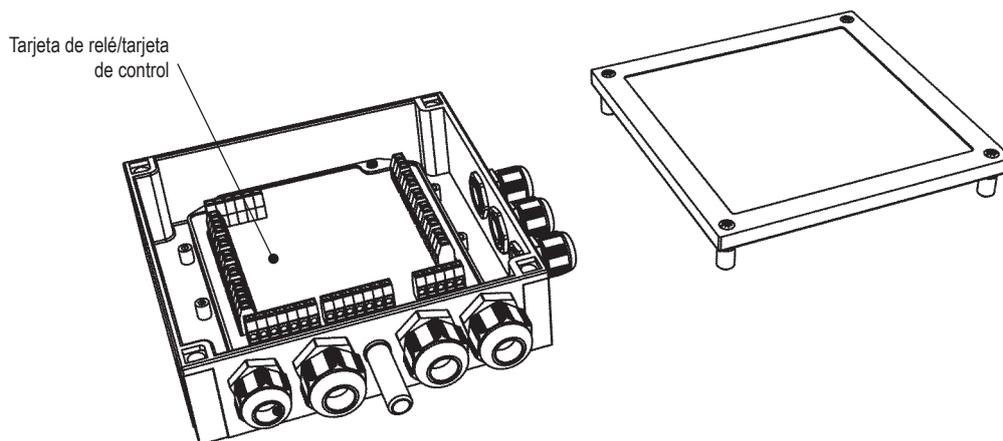

Figura 19. Unidad de conexión
2. Desmonte la tapa de la unidad de conexión, está montada con cuatro tornillos, véase Figura 19.